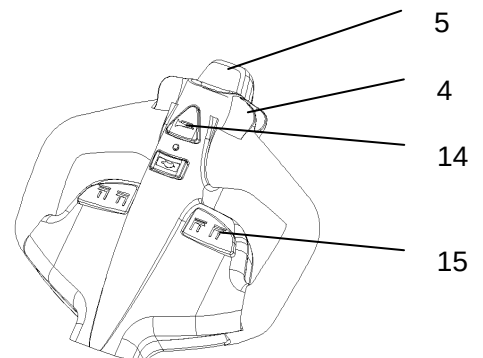

Fig. 9: Mandos del timón
Después de girar la llave (8) para arrancar la carretilla, mueva el timón a la zona de funcionamiento ("F", fig. 9). Gire el botón del acelerador en la dirección deseada: adelante "Fw." o atrás "Bw." (fig. 9).